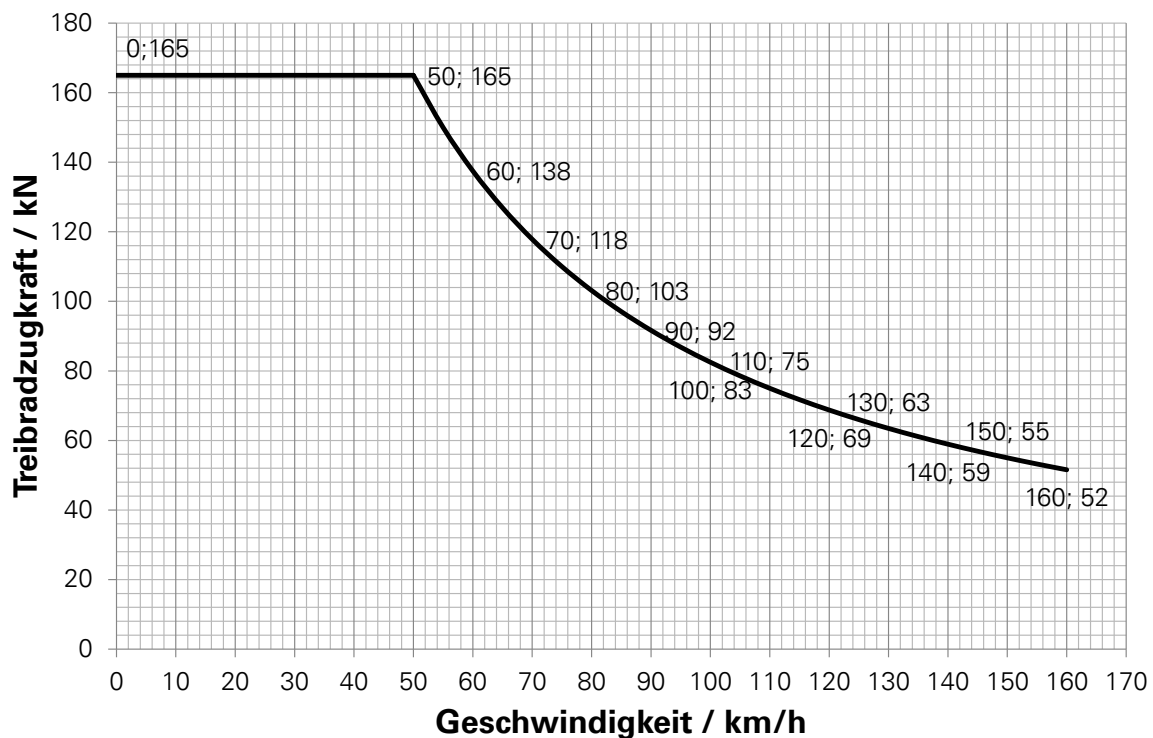

Abbildung 5.1: Zugkraft-Diagramm des betrachteten S-Bahn-Zuges
24. Betrachtet wird ein S-Bahn-Zug mit einer Masse von 150 t. Das Zugkraftdiagramm inklusive ausgewählter numerischer Stützstellen (Wertepaare $[v; F_T]$) kann Abbildung 5.1 entnommen werden.